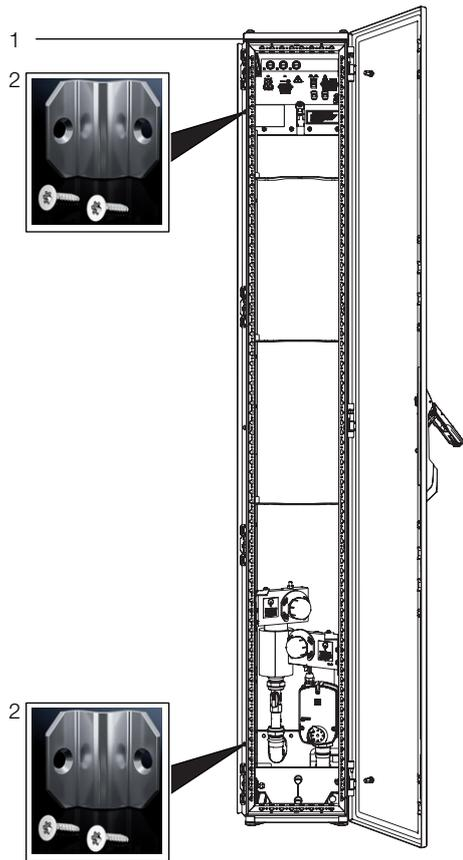

Abb. 34: LCP Rack – Rückseite
- Befestigen Sie je zwei Anreihverbinder (5301.310, Abb. 34, Pos. 2) mit den zugehörigen Befestigungsschrauben an den vorgesehenen Befestigungspunkten in den Montageleisten auf der Vorder- und Rückseite des LCP Rack bzw. des LCP Inline Flush (Abb. 34, Pos. 1).